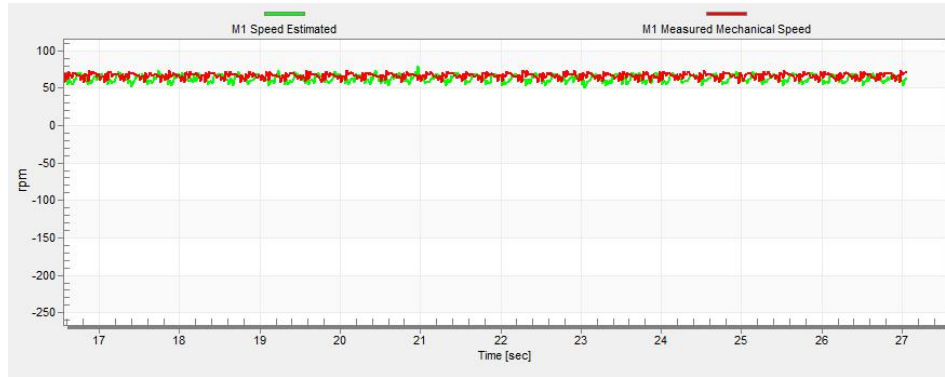

图21.编码器方向 - 方向正确
- 环路带宽较低（110 Hz）， I_d 电流的建立时间较长（见图21）。